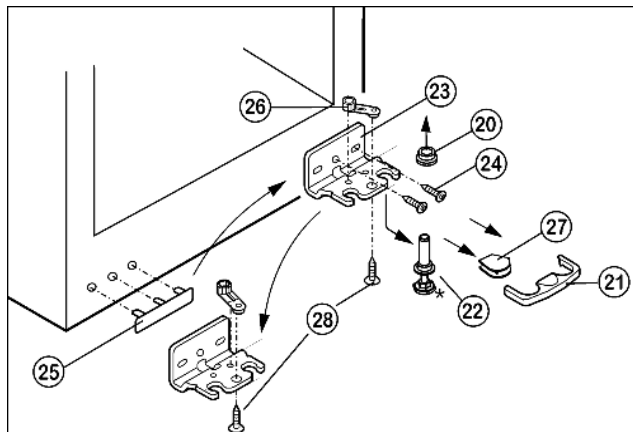

Fig. 9
- ▶ Предохранитель Fig. 9 (21) снимите движением вперед.
- ▶ Снимите крышку Fig. 9 (27).\*
- ▶ Полностью вверните регулируемую опору Fig. 9 (22).
- ▶ Вытяните опорный палец Fig. 9 (22) вниз и вперед. При этом следите за гнездом шарнира Fig. 9 (20).
- ▶ Открутите опорный кронштейн Fig. 9 (23) (2 шт. Torx 25) Fig. 9 (24).
- ▶ Открутите опорную деталь Fig. 9 (26) (1 Torx 25) Fig. 9 (28) и, переставив в отверстие на противоположной стороне опорного кронштейна, снова прикрутите.
- ▶ Осторожно приподнимите и переставьте крышку Fig. 9 (25) со стороны ручки.
- ▶ Снова прикрутите опорный кронштейн Fig. 9 (23) на новой стороне шарнира, при необходимости с помощью аккумуляторного шуруповерта через внешний продольный паз и круглое отверстие.
- ▶ Установите крышку Fig. 9 (27) на противоположной стороне.\*
- ▶ Предохранитель (21) нужно зафиксировать сбоку на кронштейне, чтобы опорный палец и двери были защищены от выпадения.
- ▶ Снова защелкните предохранитель (21) на опорном кронштейне.
- ▶ Наденьте гнездо шарнира Fig. 9 (20).
- ▶ Установите дверцу сверху на нижний опорный палец Fig. 9 (22).
- ▶ Выверните средний винт на нижнем опорном кронштейне Fig. 9 (23)\*
- ▶ Переставьте средний винт на нижнем опорном кронштейне Fig. 9 (23) в свободный продольный паз.\*
- ▶ При необходимости выровняйте дверцы через два продольных паза в нижнем опорном кронштейне Fig. 9 (23) параллельно корпусу устройства.